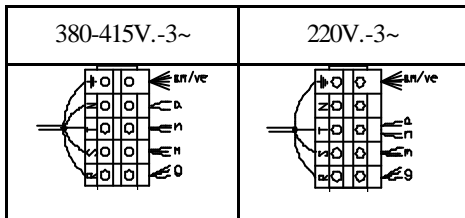

Fig. 6
- Acceder a la regleta de conexiones (E), (Fig. 1 y 6), desmontando el Panel frontal (Fig. 1) Conectar la manguera en la regleta señalada con las letras RSTN o (L1, L2, L3) según Fig. 6.